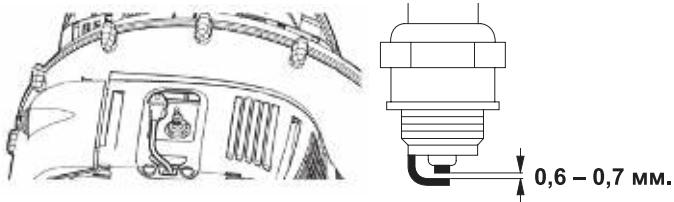

Рис. 9
7.2. Обслуживание свечи зажигания (*Рис. 9*)